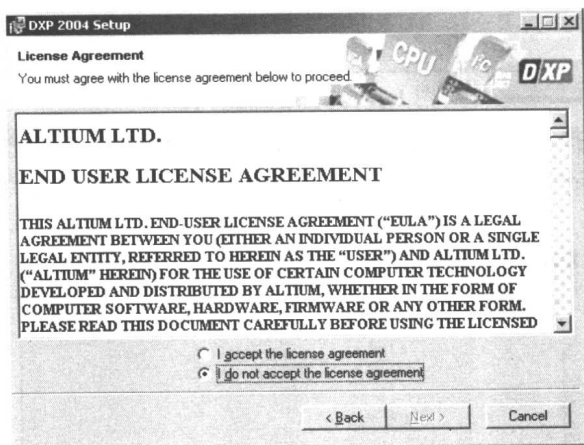

图 1.2 软件最终许可用户窗口
(2) 单击安装向导欢迎窗口的“Next”按钮, 打开如图 1.2 所示的软件最终许可用户窗口。